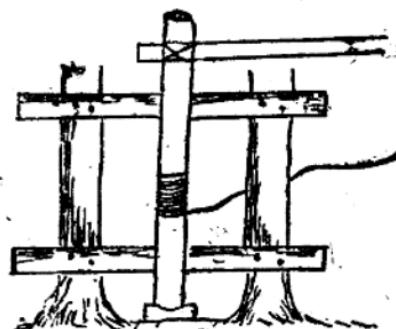

图2
(3) 制作綫盤。在距瞭望桿25~35公尺的地方，选兩顆相距1~2公尺的树，作为綫盤立柱。瞭望桿的底部至这两颗树間联綫需成垂直(图2)，如有些偏差可在立柱上加垫树干或改变横标一端的釘面来改正，若偏差很大，可在适合的位置另埋一颗立柱，用支柱联接在附近的一颗树上，将做立柱的树，在距地面1~1.2公尺处锯断，然后用螺絲(或铁釘)将两根横梁固定在立柱上，在横梁中心裝置綫盤